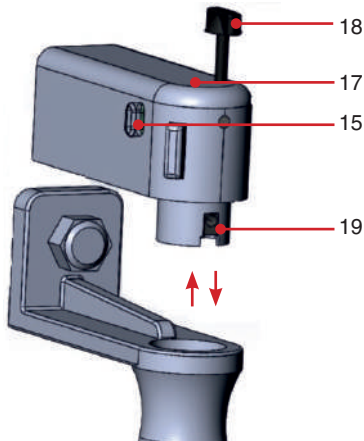

Рис. 8
Для зарядки АКБ (рис.8) необходимо отвернуть штифт (18), расположенный в торцевой части корпуса (отсека) АКБ, снять корпус (17), присоединить шнур внешнего зарядного устройства к вилке АКБ (19) и включить внешнее зарядное устройство в бытовую электросеть (~220 В, 50 Гц). Проверить наличие сетевого подключения посредством индикатора (15),